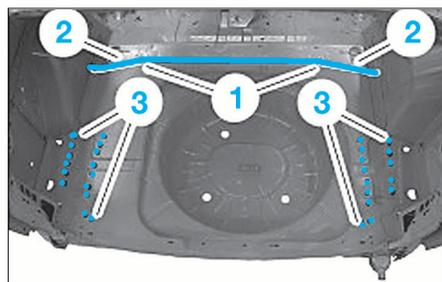

FIG. 116
• Souder en cordon discontinu (1) (Fig.116).